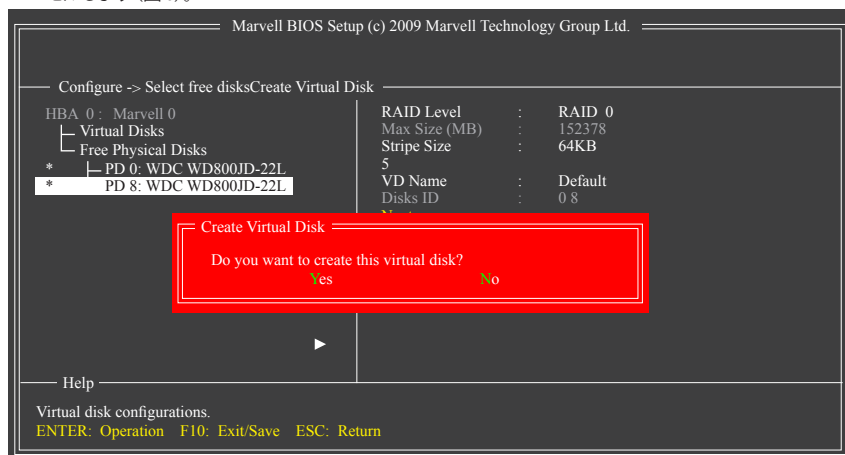

図 5
6. **Next:** 上の設定を完了した後、[次へ]に移動して<Enter>を押しアレイの作成を開始します。ボリュームの作成を確認するように求めるメッセージが表示されたら、<Y>を押して確認するか<N>を押してキャンセルします（図 5）。